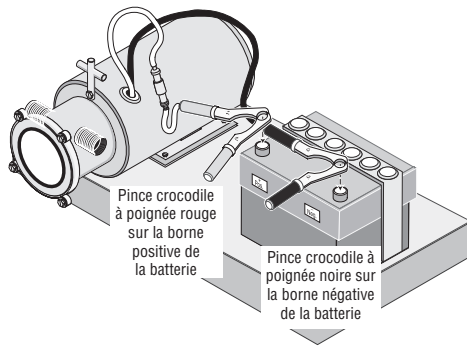

Figure 1 – Branchements des câbles.
**AVIS** Cette pompe est équipée d'un moteur de 12 volts réversible fonctionnant sur le courant continu et du type à aimant permanent. S'assurer qu'elle est correctement branchée comme il est illustré en ce qui concerne le sens du débit, lequel est indiqué par les flèches frappées sur le corps de la pompe (se reporter à la Figure 1).
- Brancher les fils du moteur comme il est indiqué dans le Tableau 1 et comme il est illustré à la Figure 1. La pompe va commencer immédiatement une fois connecté au pouvoir.